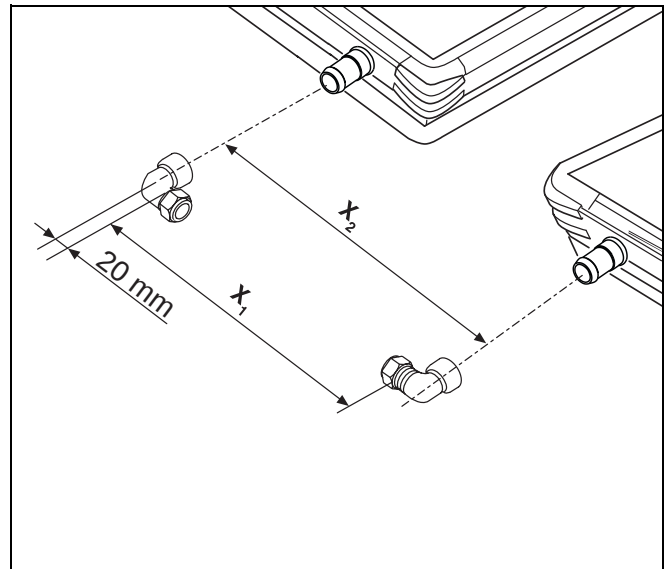

Abb. 3 Abstandsmaß ermitteln
- Ermitteln Sie den Abstand X_2 und setzen Sie diesen Wert in die unten stehende Formel ein, um die Länge des Cu-Rohrs ($\varnothing 18 \text{ mm}$) X_1 zu berechnen (Abb. 3).